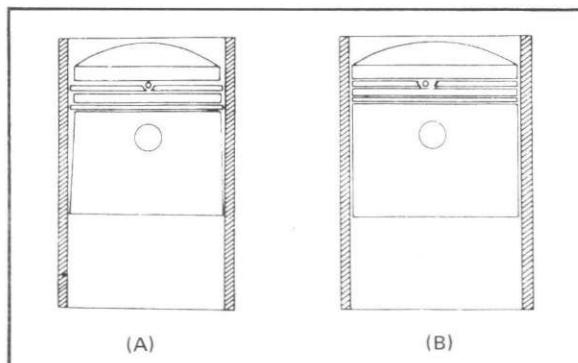

Fig. 4-6-1
The piston has a slight taper below the ring section when it is cold, as shown in Fig. 4-6-1 (A). When it warms up, the expansion of the ring section is greater than that of the skirt because the ring section is exposed to higher temperatures. This decreases the normal clearance between the piston and cylinder wall, as shown in Fig. 4-6-1 (B).
Lorsque le piston est froid, sa partie supérieure est légèrement conique, comme le montre la Fig. 4-6-1 (A). Par contre, lorsqu'il s'échauffe, la partie supérieure se dilate davantage que la jupe, car elle est exposée à des températures plus élevées. De ce fait, l'écart normal entre le piston et la paroi du cylindre diminue en cet endroit, comme le montre la Fig. 4-6-1 (B).
Wenn der Kolben kalt ist, so hat er wie aus Abbildung 4-6-1 (A) ersichtlich unter den Kolbenringen eine leicht konische Form. Wenn der Kolben sich erwärmt, so ist die Ausdehnung im Abschnitt der Ringe grösser als am Kolbmantel, da der Abschnitt (Teil) der Ringe grösserer Hitze ausgesetzt wird. Dadurch wird der normale Zwischenraum zwischen Kolben und Zylinderwandung verringert (Siehe Abbildung 4-6-1 (B)).